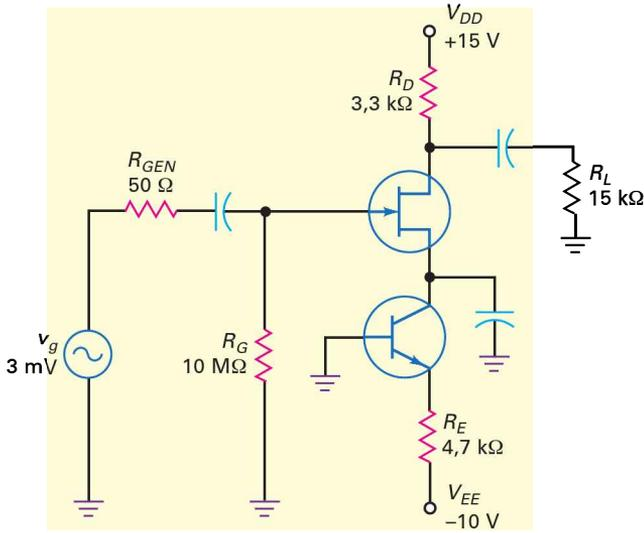

Figure 11.50
11.37 Que vaut la tension drain sur la figure 11.50 ? Quelle est la tension AC de sortie si $g_m = 2\,000\ \mu\text{S}$?